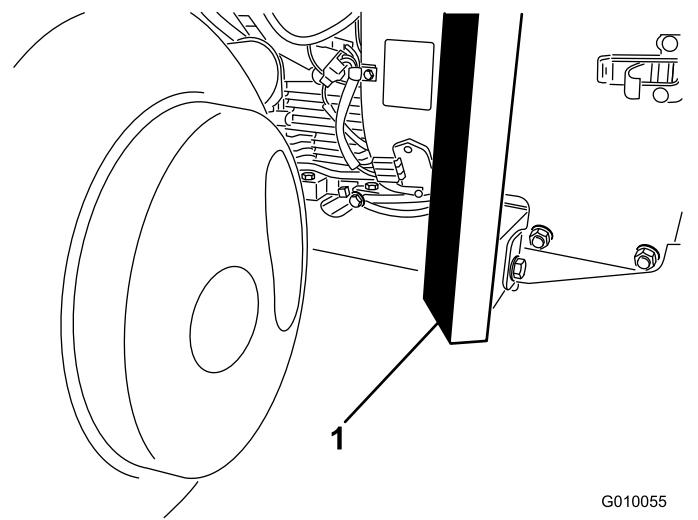

Figura 41
3. Collocate il cavalletto metallico con sicurezza sotto la parte anteriore del telaio (Figura 41).